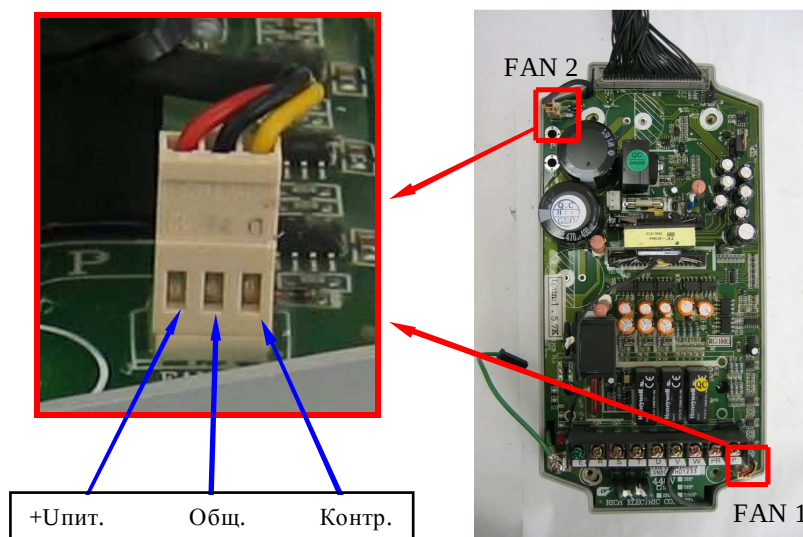

Рис. 4.12. Диагностика вентиляторов.
4.7.3. Измерить напряжение на разъеме FAN 1 между выводами Общ. и Контр. (см. рис. 4.12). У исправного вентилятора напряжение должно составлять менее 1 В. Если напряжение составляет 13...18 В - вентилятор считается неисправным и подлежит замене. Повторить измерения напряжения на разъеме FAN 2.
4.7.4. Если при подаче команды «Пуск» двигателя вентиляторы не вращаются, необходимо отсоединить разъемы вентиляторов от платы драйверов и проверить их вращение, подав напряжение =24 В от источника питания (п.3.4.2) между контактами +Упит и Общ. (рис.4.12). При отсутствии вращений – вентиляторы заменить.